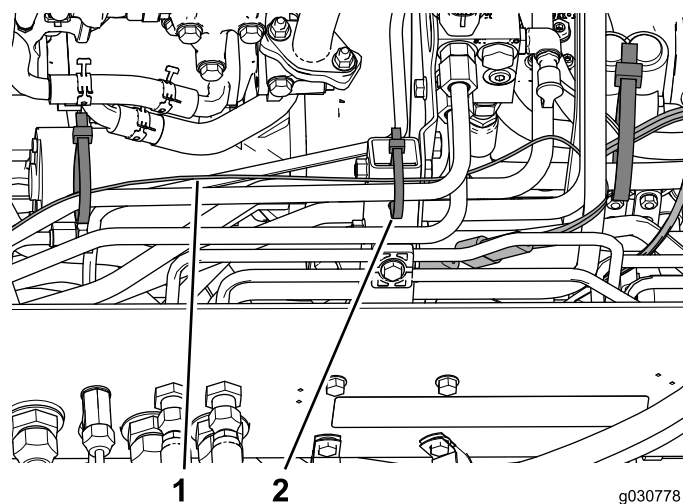
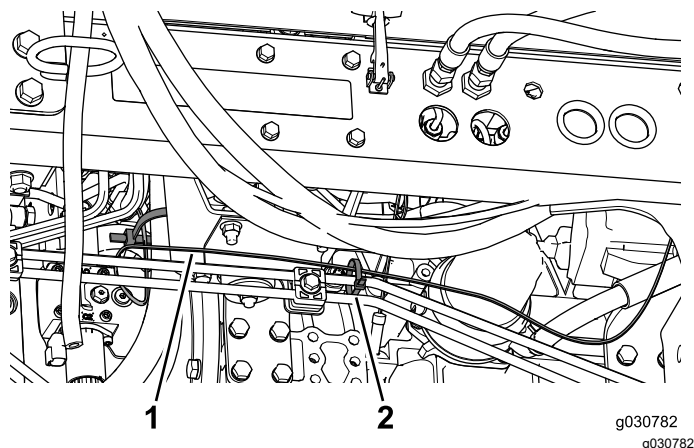

Figura 53
Figura 54
5. Utilize braçadeiras para prender a cablagem aos tubos hidráulicos e tubos rígidos nos locais mostrados na **Figura 53** e na **Figura 54**.